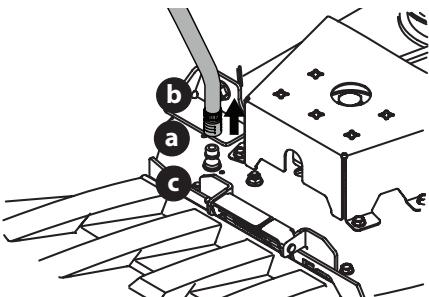

Figure 24
3. Tirez sur le collier d'arrêt (a) de l'adaptateur (b) et installez l'adaptateur sur l'embout du système de nettoyage du plateau de coupe (c). Relâchez le collier d'arrêt pour fixer l'adaptateur sur l'embout du système de nettoyage du plateau de coupe (Figure 24).